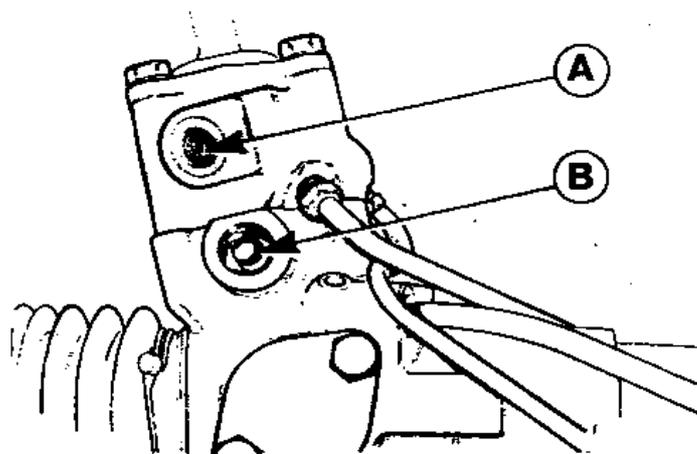

Рис.11.30. Отсоедините подводящий и отводящий трубопроводы (Разд.33)
3. Отсоедините подводящий и отводящий трубопроводы от управляющего клапана и слейте гидравлическую жидкость в подходящую емкость. Заткните шланги и отверстия в корпусе клапана, чтобы туда не попала грязь (Рис.11.30).